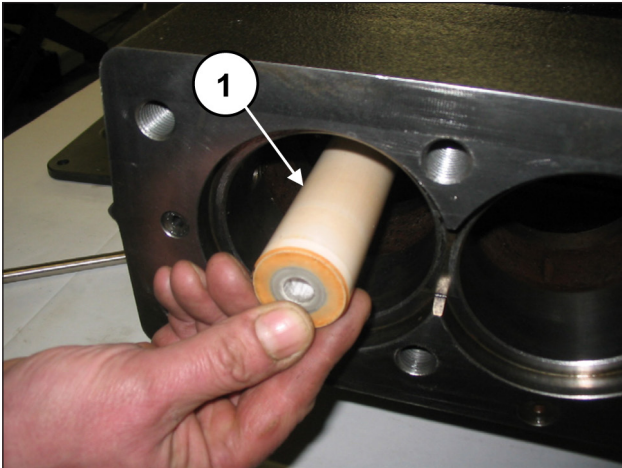
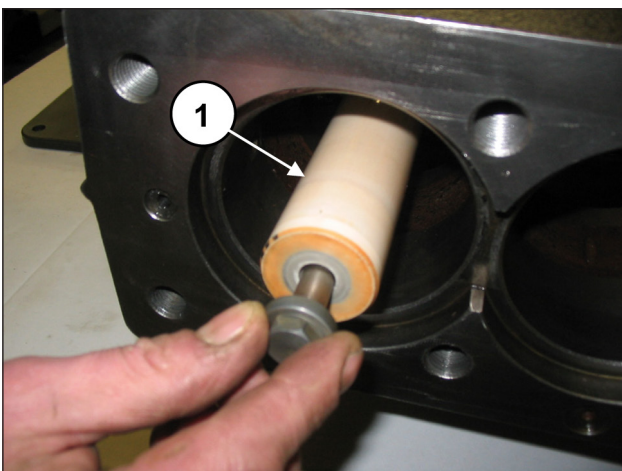

Abb. 157
Abb. 158
Montieren Sie die Kolben in die entsprechenden Führungen (Pos. ①, Abb. 157) und befestigen Sie diese lt. Pos. ①, Abb. 158.